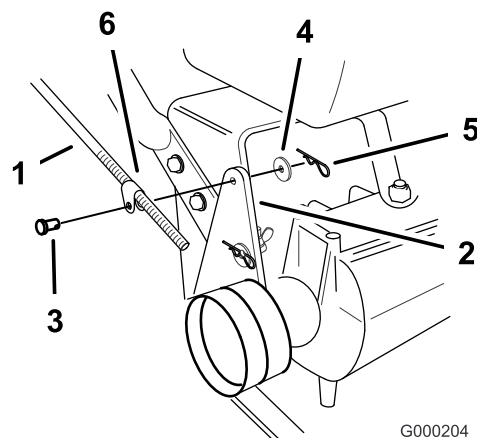

Figura 21
- Saque el pasador de horquilla, la arandela y el pasador que sujetan el acoplamiento de la varilla de control con el soporte de la polea tensora (Figura 21).